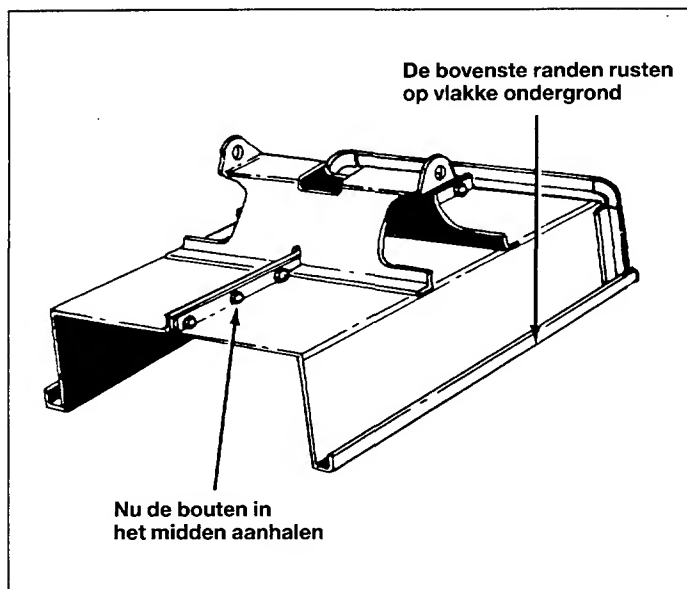

Fig. 6
11. Leg de wagen zo dat deze op de bovenste randen rust (fig. 6). De bouten in het midden aanhalen overeenkomstig punt 4.